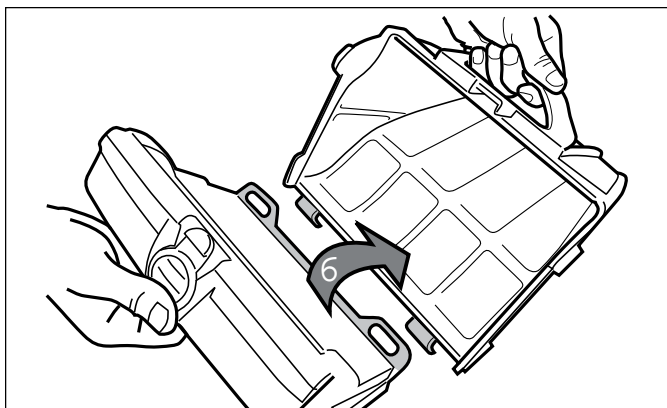

Figure 27. Retirer le carter du filtre
8. Séparer le sac filtrant du support du filtre (6), comme illustré à la Figure 27.